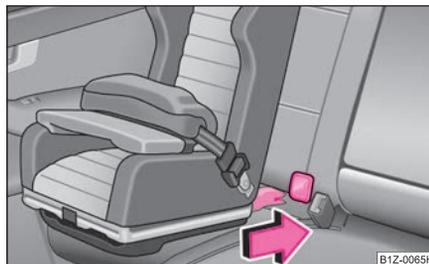

Abb. 129 Der ISOFIX-Kindersitz wird in die montierten Aufnahme-trichter geschoben
- Schieben Sie die Rastarme des Kindersitzes über die montierten Aufnahme-trichter in die Halteösen, bis er hörbar einrastet ⇒ Abb. 129.